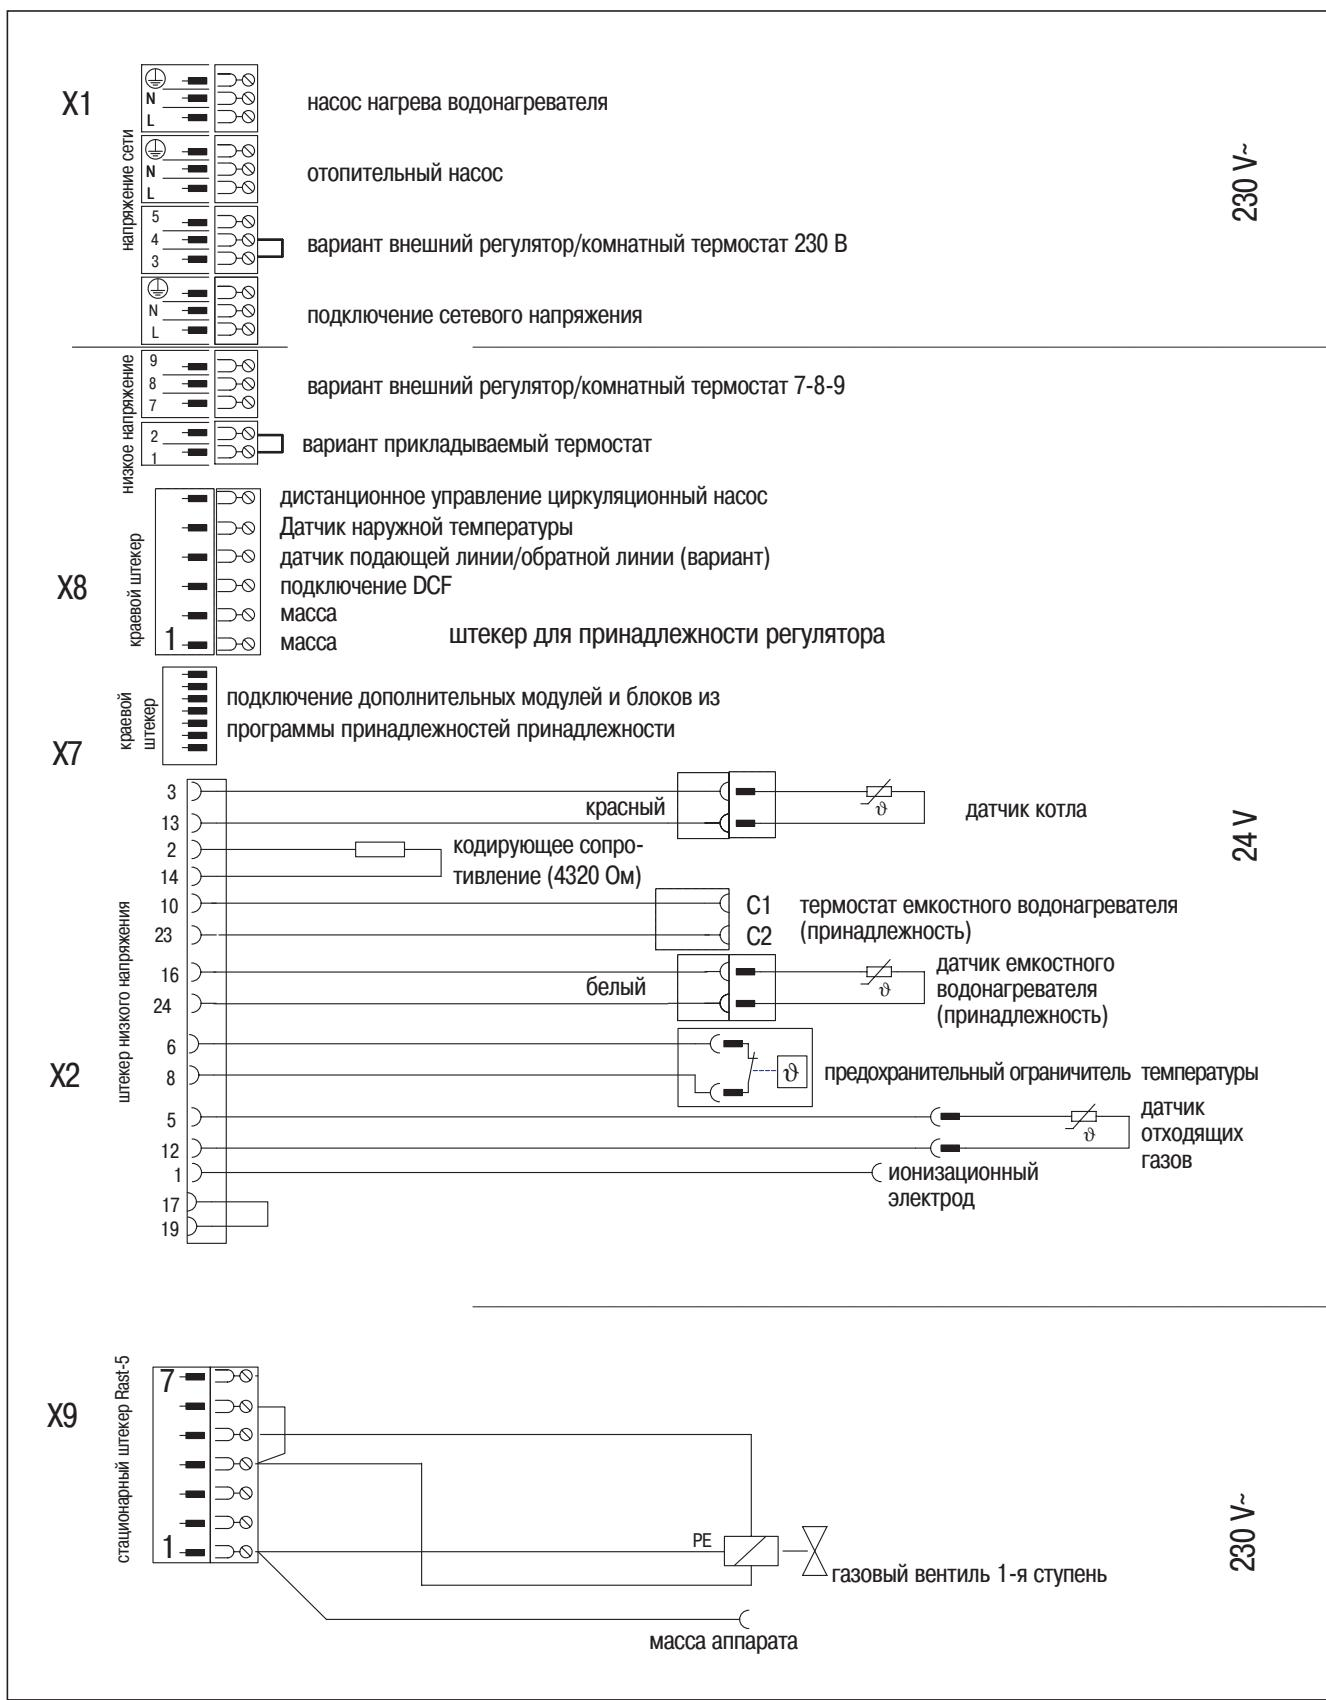

Рис. 4.5 Электрические соединения atmoVIT
- Подключите беспротенциальные контакты предохранительного устройства по недостатку воды к штекеру "прикладываемый термостат" системы Pro E, а дымовую заслонку к дополнительному блоку (расположение клемм представлено на рис. 4.5).